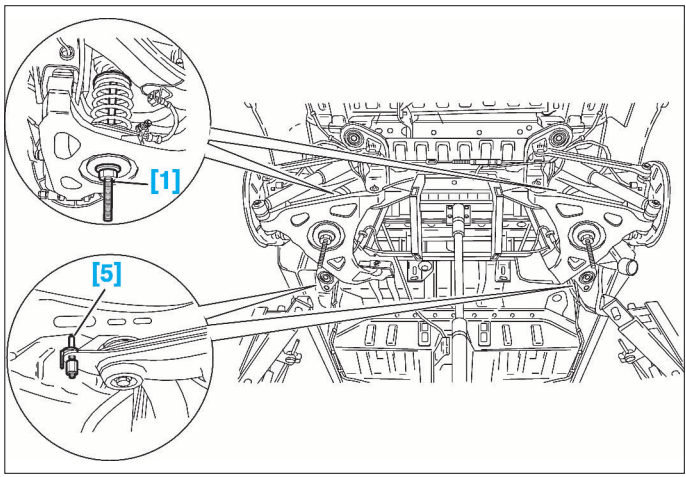

FIG. 67
- positionner les deux étriers [6] à l'avant de la traverse arrière (Fig.67).